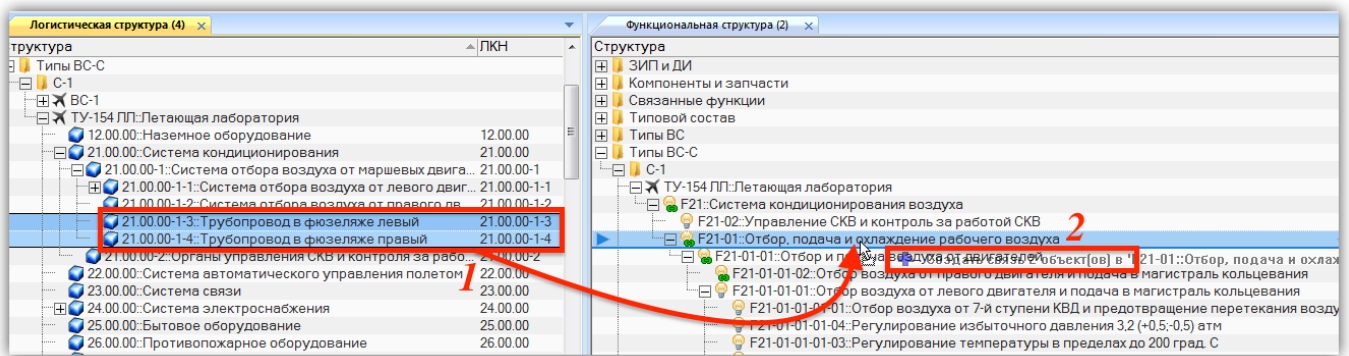

Рис. 10-294 – Переместить элементы ЛСИ на функцию
2) Открыть окно связанных объектов «Функции» для элемента ЛСИ, с которым нужно связать функцию. Для этого в рабочем окне «Логистическая структура» выбрать объект (1 на рис. 10-294) и нажать кнопку «Выполняемые функции» панели «Связанные объекты». Откроется окно связанных функций для выбранного объекта (2 на рис. 10-294).